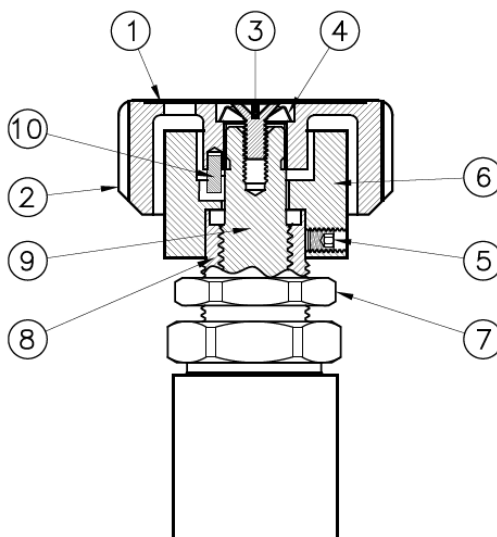

図3 パネル取付ナット付きバルブ（AK3650、AK4650）
A. ノブの取り外し (図3参照)
- ⑥インジケータプレートの側面にある⑤止めねじを覆っている製品品番のラベルを剥がします。ラベルは後で再利用します。
- ②ノブの上部から①ラベルを剥がします。
- プラスドライバーを使用し、③ねじと④固定ワッシャーを緩めて取り外します。
- ②ノブを時計回りに完全に止まるまで回してバルブを閉じてください。
- ②ノブを持ち上げ、バルブから取り外します。
- 5/64インチの六角レンチを使用し、⑤止めねじ（2箇所）を緩めます。
- ⑥インジケータプレートを持ち上げ、バルブから取り外します。
B. パネル取付 (図3参照)
- ⑦パネル取付ナットをバルブから取り外します。
- パネルの穴にバルブを通し、希望の位置に配置、配管を取り付け、⑦パネル取付ナットをバルブ本体に取り付けます。
- 1インチレンチを使用し、⑦パネル取付ナットをパネルにしっかり締め付けます。
C. ノブの取り付け (図3参照)
- ⑥インジケータプレートをラベルが貼られている面を上にし、⑧キャップの上に置きます。⑥インジケータプレートを回転させ、上部にある1/4円形のスロット溝が、②ノブの表示窓の「閉」位置に向くようにします。
- ②ノブを⑨ステムの真上で固定し、②ノブの表示窓の「閉」位置に合わせ、②ノブを下に移動させてスプラインを⑨ステムにかみ合わせます。
- ⑥インジケータプレートを反時計回りに止まるまで回転させます。
- ⑥インジケータプレートを押さえながら、5/64インチの六角ビットを使用し、⑤止めねじ（2箇所）を締め付けます。（推奨締め付けトルクは2.3Nm）
- ②ノブを④固定ワッシャーと③ねじで固定し、プラスドライバーを使用して締め付けます。（推奨締め付けトルクは2.3Nm）
D. バルブ検査 (図3参照)
E. ラベルの貼り付け (図3参照)
- 必要に応じて、②ノブの上部の接着剤を取り除いて綺麗にしてください。
- 付属の新しいラベルをバルブの上部（①の位置）に貼り、ラベルの長穴部と②ノブの表示窓の位置を合わせます。
- Aの1の手順で剥がしたラベルを、⑥インジケータプレートの側面に貼り付けます。